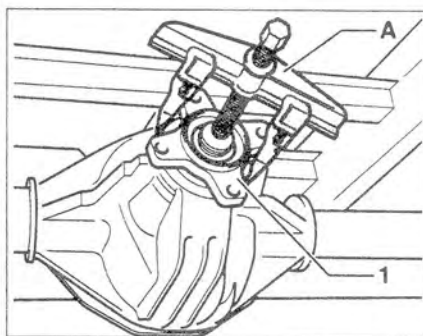

Рис. 5.101. Снимите фланец с ведущей шестерни с помощью съемника VW 411 и молотка.
7. Снимите фланец с ведущей шестерни с помощью съемника VW 411 и молотка (рис. 5.101).